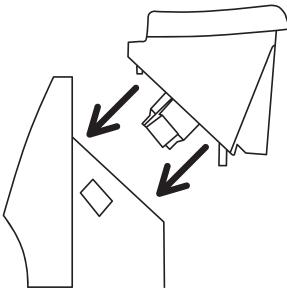

Рис. 4
- Вставьте разъём электроподключения («папа») на блоке управления в соответствующий разъём («мама») на конвекторе. Обратите внимание, что он может быть установлен только в одном положении, когда специальная защелка находится справа. Убедитесь, что соединение надежно и разъём блока управления полностью закреплен в конвекторе. Если разъём вставлен до конца, то должен раздаться щелчок (рис. 4).